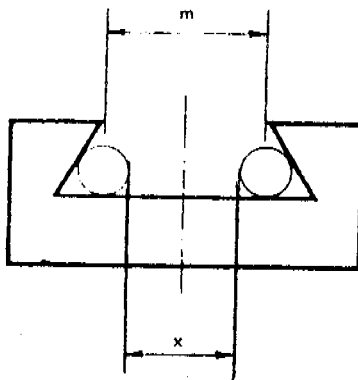

Figura 6
- 1. Asegúrese, antes de dar la última pasada a este flanco, si obtiene la medida ( m ) deseada ( Figura 6 ).
- 2. Si la precisión lo exige, la verificación final se hace comprobando que se tiene, entre los cilindros, la dimensión ( x ) previamente calculada ( Figura 6 ).